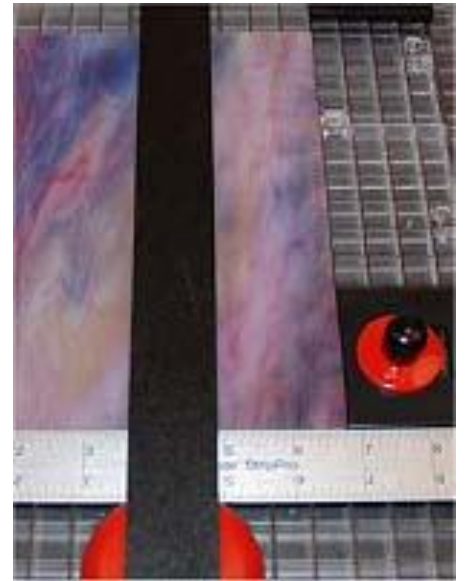

Figure 3
3. Verrouillez votre arrêt de verre à ce poste. puis couper votre verre pour que les la largeur. (figure 3)